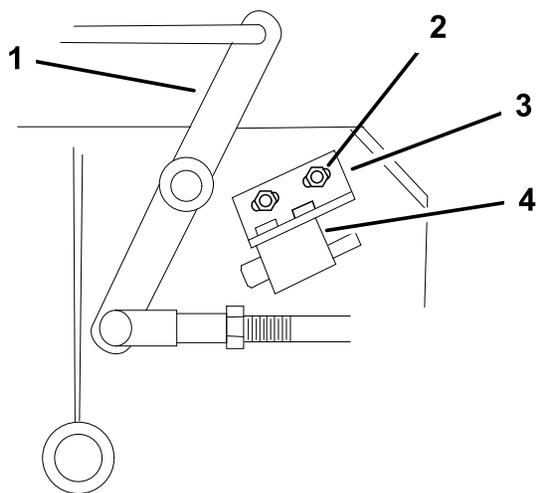

Figura 48
4. Si es necesario, ajuste el interruptor de seguridad de la cuchilla aflojando los pernos que sujetan el soporte del interruptor (Figura 48).
Nota: Asegúrese de que la palanca acodada **no** toca el cuerpo del interruptor, porque esto podría dañar el interruptor (Figura 48).